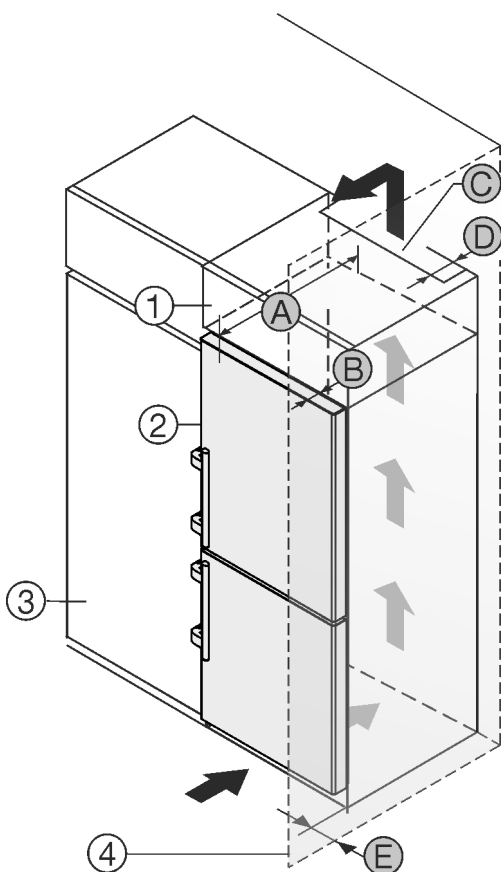

Fig. 2
- (1) Nástavná skříňka\*
- (2) Přístroj\*
- (3) Kuchyňská skříň\*
- (4) Stěna\*
- (A) Hloubka přístroje\*
- (B) Hloubka dvířek\*
- (C) Ventilační průřez\*
- (D) Vzdálenost zadní strany přístroje\*
- (E) Vzdálenost ke straně přístroje\*
Můžete přístroj nainstalovat přímo vedle kuchyňské skříňky *Fig. 2 (3)*.\*
Na zadní straně nástavné skříňky musí být větrací šachta hluboká *Fig. 2 (D)* přes celou šířku nástavné skříňky.\*
Pod stropem místnosti musí být dodržen ventilační průřez *Fig. 2 (C)*.\*
Když přístroj instalujete závěsy vedle stěny *Fig. 2 (4)*, musí být vzdálenost mezi přístrojem a stěnou minimálně 57 mm. To odpovídá přesahu madla při otevřených dveřích.\*
Aby bylo možné dvířka plně otevřít, musí přístroj přesahovat o hloubku dvířek *Fig. 2 (B)* vůči přední linii kuchyňské skříňky. V závislosti na hloubce kuchyňských skříněk *Fig. 2 (3)* a použití vymezovačů odstupu od stěny může přístroj vyčnívat dále.\*